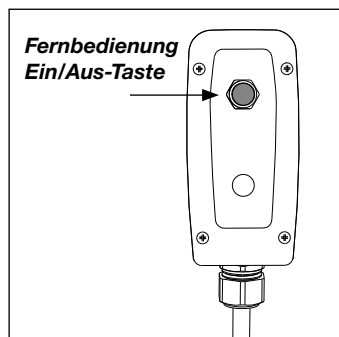

Abb. 10,
5.3 Fernbedienungsbetrieb (siehe Abb. 10)